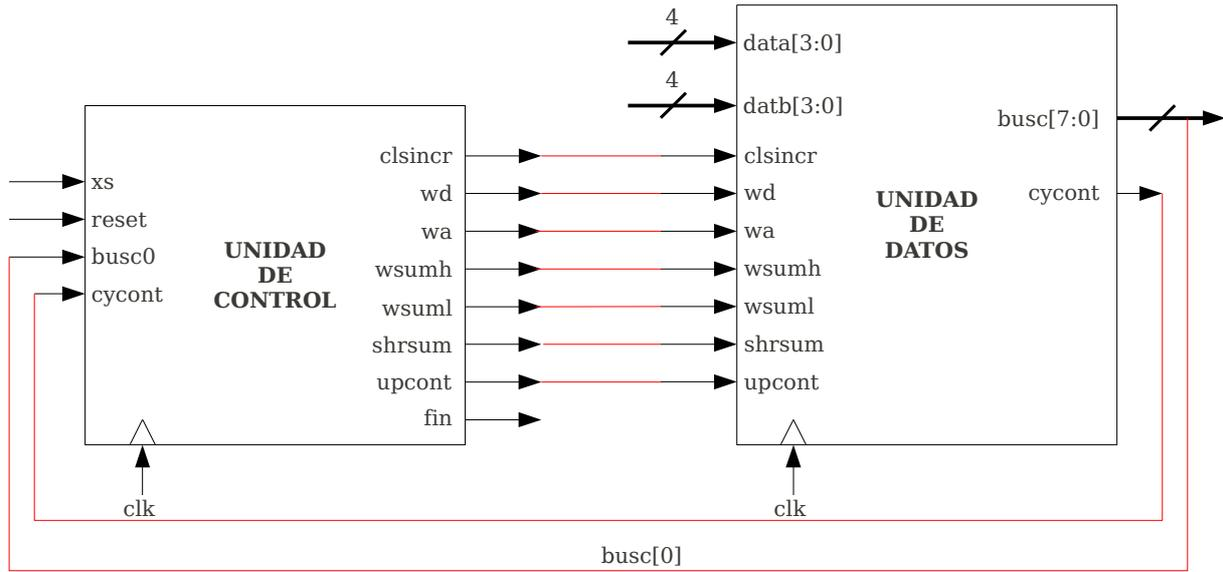

Figura 1. Representación a nivel de bloques del multiplicador secuencial.
El multiplicador secuencial es un sistema digital con dos bloques bien diferenciados: Unidad de datos y Unidad de control (ver figura 1).
3. El siguiente paso es editar el fichero *multiplicador.v* abriéndolo desde el árbol de proyecto de ISE. Debe completar los fragmentos indicados en el mismo fichero, concretamente hay que realizar la interconexión de la unidad de datos y de control tal y como se mostraba en la figura 1. Es recomendable visualizar el contenido del fichero *u_datos.v* y tomar como ejemplo el módulo *u_datos* donde se realiza el conexionado de la unidad de datos. Debe completar en el fichero *multiplicador.v* siguiendo los pasos indicados a continuación: